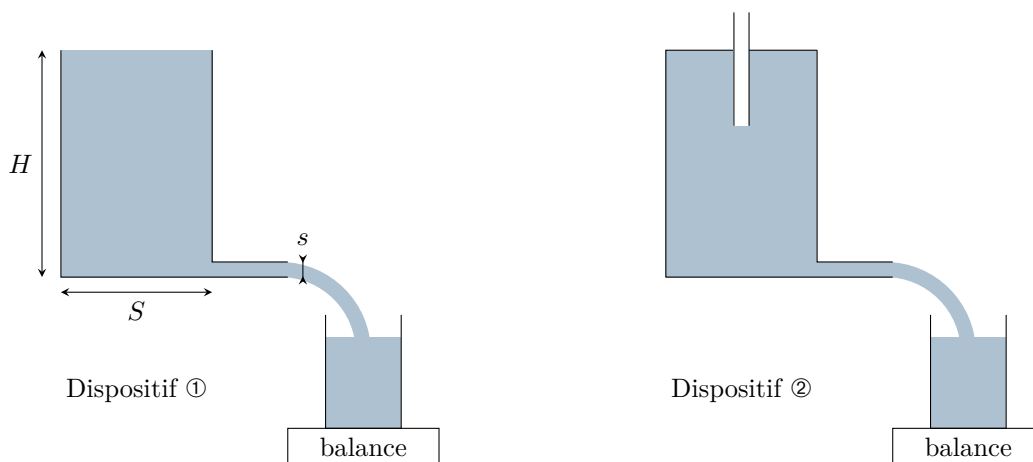

Figure 1 – Vase de Mariotte.
On remplit à ras bord un réservoir de hauteur  $H$  et de section  $S$  (dispositif ① sur la figure 1) avec de l'eau de masse volumique  $\rho$ . L'eau s'écoule dans une conduite de section  $s \ll S$  puis tombe dans un béccher initialement vide placé sur une balance. La pression extérieure  $P_0 = 1$  bar.
On considère maintenant le dispositif ② de la figure 1. Le réservoir est fermé, mais un tuyau permet l'entrée d'air.